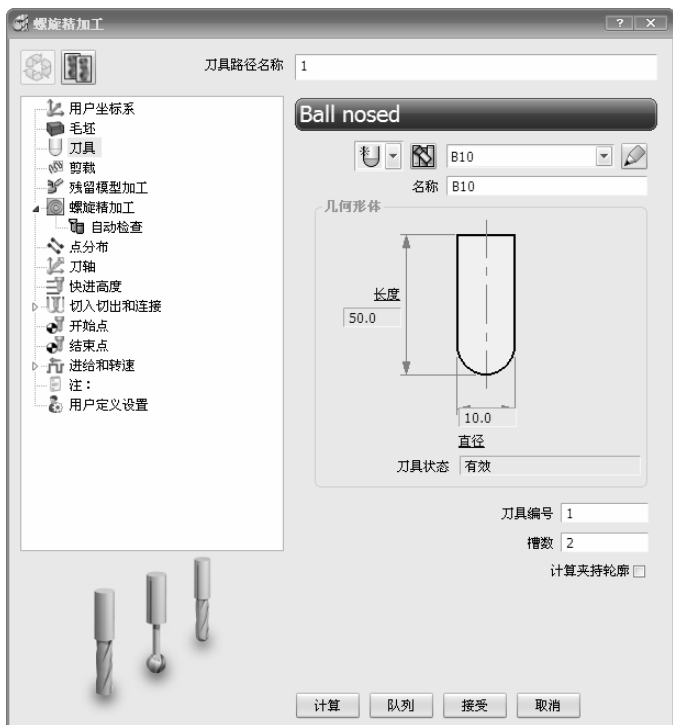

图 2-151 “螺旋精加工”对话框
6) 单击主工具栏上的“刀具路径策略”按钮，弹出“策略选取器”对话框，单击“精加工”选项卡，选中“螺旋精加工”选项，单击“接受”按钮，弹出“螺旋精加工”对话框，如图 2-151 所示。